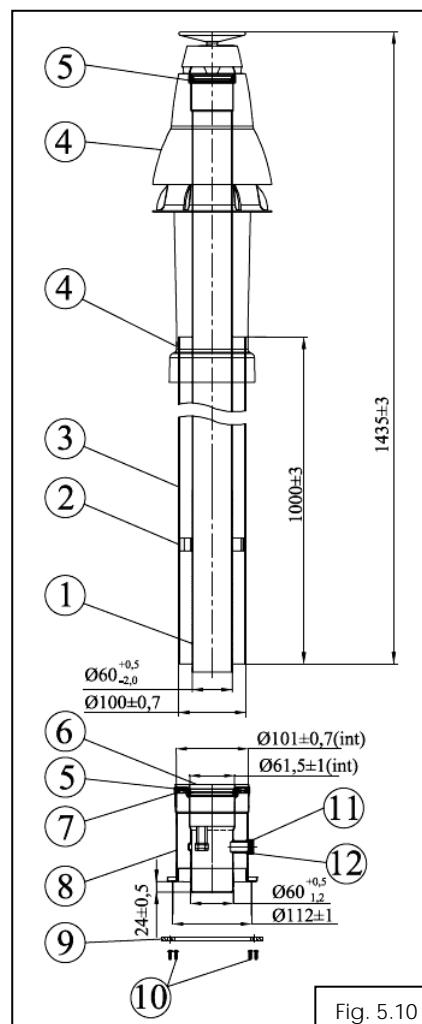

Fig. 5.10
**Kitul coaxial vertical, fig. 5.10 se livrează doar la cerere.** Evacuarea gazelor se face printr-un tub de diametrul Ø60mm, coaxial cu tubul de admisie a aerului de diametrul Ø100 mm. Raccordarea se face astfel:
- se fixează tubul de admisie (10) pe capacul superior al camerei presurizare cu 4 suruburi, având grijă ca între capac și cot kit să se pozeze garnitura aferentă;
- se fixează pe tubulaturile de admisie/evacuare având grijă să se pozeze garniturile aferente. Se montează kitul montare acoperis (4).
Ca un exemplu, poziția punctelor A, B, C și D din fig.5.10 sunt stabilite următoarele temperaturi: